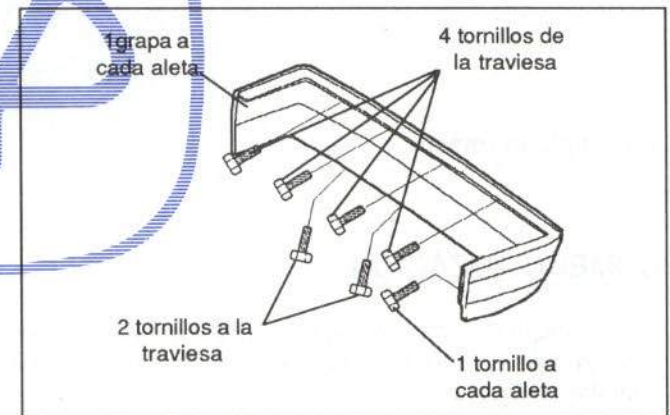

Figura 55.- Fijación del paragolpes trasero
En la figura 55 se muestra su fijación
- Paragolpes trasero (figura 55)
- Paragolpes (figura 55)